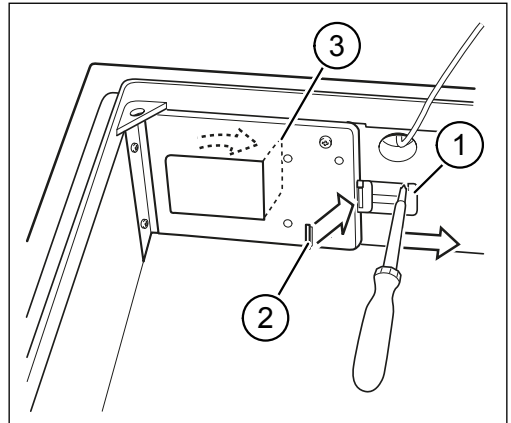

Abb. 36: Schmelzlot einsetzen
- ▶ Ziehen Sie den Schieber (Pos. 1 in Abb. 36) nach rechts und legen Sie das Schmelzlot (Pos. 2 in Abb. 36) wieder ein.